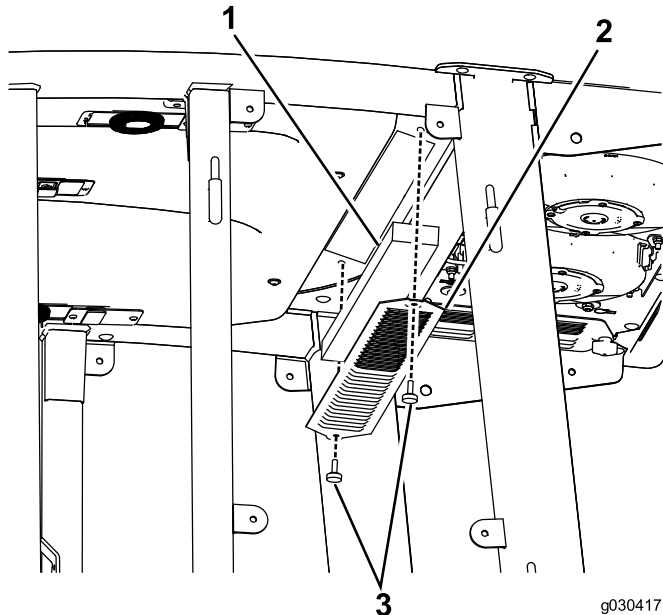

Figura 53
1. Remova os parafusos de aperto manual e as grelhas dos filtros de ar interior e traseiro da cabina (Figura 53).